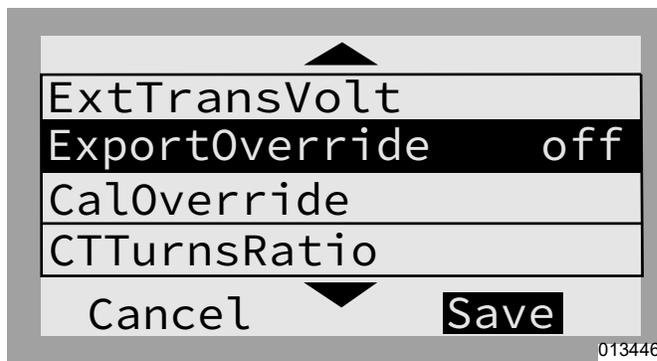

Figure 7-4. Menu Mod. Settings
5. Voir Figure 7-4. Utiliser la touche fléchée bas pour naviguer jusqu'à Export Override (Blocage exportation) et sélectionner à l'aide de la touche centrale.